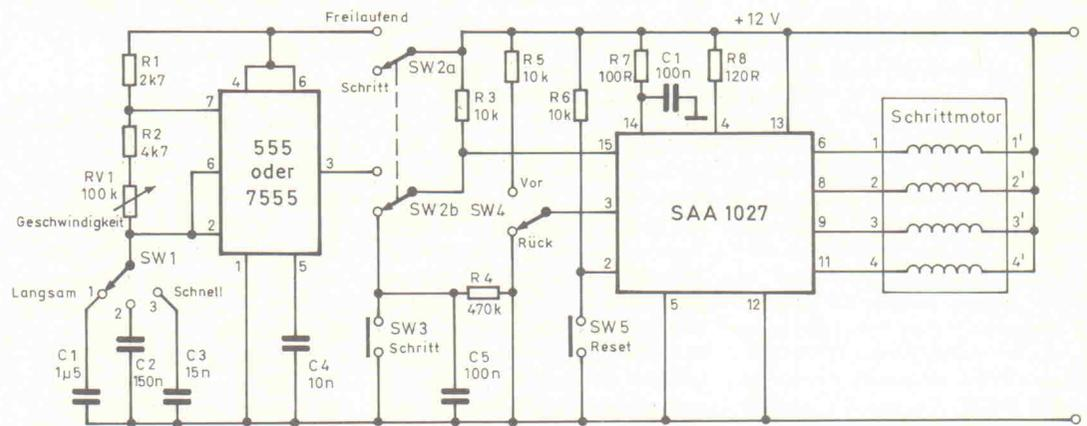
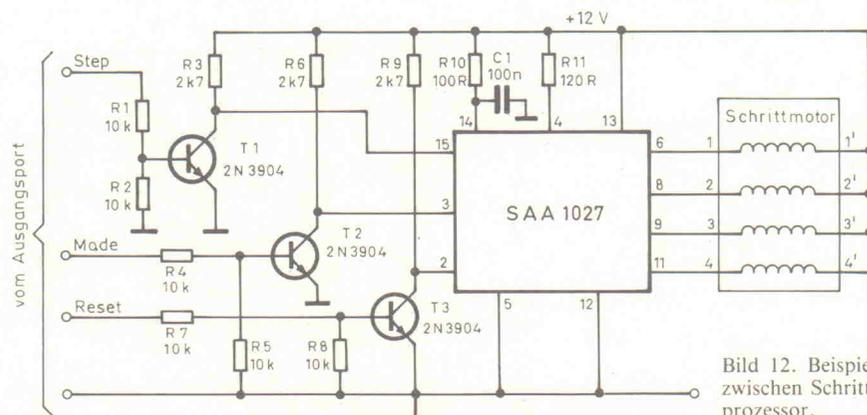
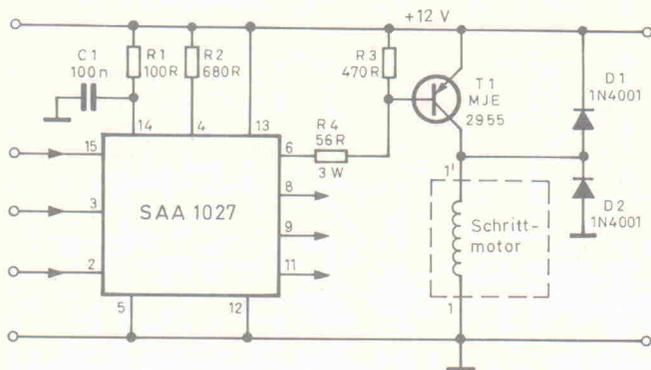
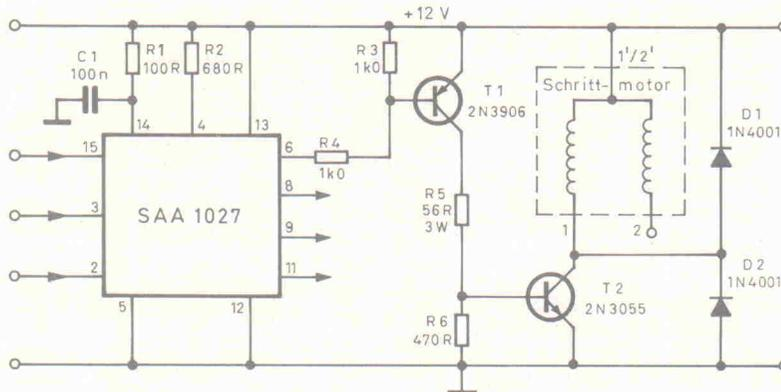

Bild 11. Testschaltung für Vierphasen-Schrittmotoren.
Bild 12. Beispiel für ein Interface zwischen Schrittmotor und Mikroprozessor.
Bild 13. Leistungsstufe für Schrittmotoren mit frei zugänglichen Spulenanschlüssen.
Bild 14. Leistungsstufe für Schrittmotoren mit zwei Spulenpaaren.
Die Schaltung in Bild 11 ist eine praktische Testschaltung für Vierphasen-Schrittmotoren. Der Ausgangsstrom beträgt hier etwa 300 mA pro Phase. Der Schrittmotor läßt sich manuell über den Taster SW3 weiterschalten. Die RC-Kombination R4C5 dient dabei zur Entprellung des Tasters. Ein kontinuierlicher Betrieb, also eine fortlaufende Drehung der Motorwelle, ist über den astabilen Oszillator mit dem (7)555-Multivibrator möglich. Mit SW2 kann man entweder 'Einzelschritt-Betrieb' oder 'freilaufenden Betrieb' wählen. Die Motordrehrichtung wird mit dem Umschalter SW4 eingestellt. Betätigt man den Taster SW5, so wird das IC und damit auch der Schrittmotor abgeschaltet.
Die Grundsaltung nach Bild 11 läßt sich in vielfältiger Weise modifizieren. Bild 12 zeigt eine Variante für die Anpassung an einen Computer-Ausgangsport mit TTL-Pegeln. Durch die vorgeschalteten Transistorstufen muß diese Schaltung mit invertierten Steuersignalen betrieben werden. Das heißt, die Ausgänge des ICs ändern ihren logischen Zustand bei einer fallenden Flanke des Steuersignals am Count-Eingang, die Schrittfolge wird bei einem H-Signal am Reset-Eingang unterbrochen, und ein L-Signal am Mode-Eingang bewirkt in diesem
Die Schaltungen nach Bild 11 und 12 liefern maximale Ausgangsströme von etwa 300 mA. Falls notwendig, lassen sich die Ausgangsströme auf etwa 5 A erhöhen, wenn man die Schaltungen der Bilder 13 oder 14 einsetzt. Die Schaltung nach Bild 13 findet Verwendung bei Schrittmotoren, deren Spulen frei zugänglich sind, die Schaltung nach Bild 14 ist für Schrittmotoren ausgelegt, bei denen jeweils zwei Spulen zusammengefaßt sind. Der Übersichtlichkeit halber wird in den Bildern lediglich die Beschaltung jeweils einer Phase gezeigt — die drei verbleibenden IC-Ausgänge erhalten die gleiche Peripherie. Die Dioden D1 und D2 schützen den jeweiligen Treibertransistor vor induktiven Schaltspitzen.